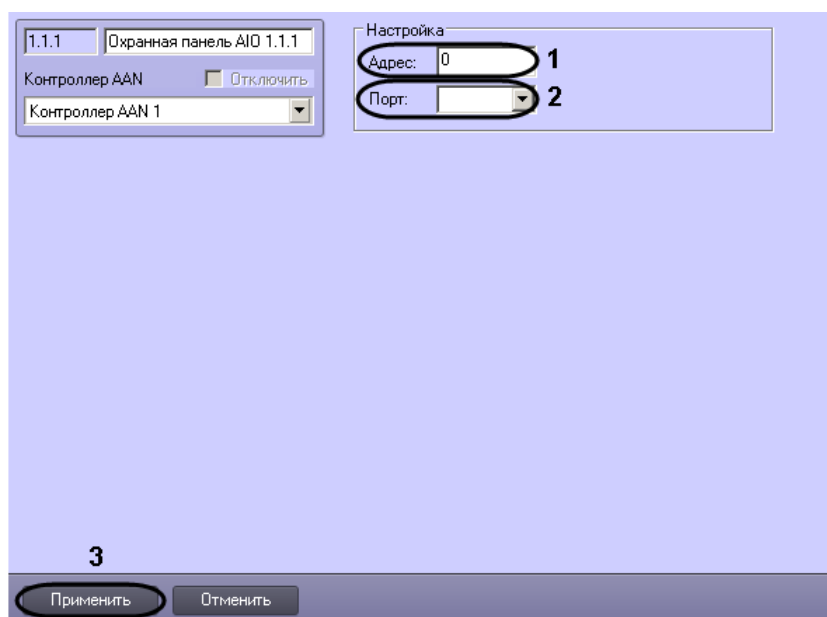

Рис. 3.4–4 Панель настроек объекта Охранная панель AIO
2. Ввести в поле **Адрес:** уникальный адрес охранной панели AIO (см. Рис. 3.4–4, 1).
3. Из раскрывающегося списка **Порт:** выбрать порт подключения охранной панели AIO (см. Рис. 3.4–4, 2).